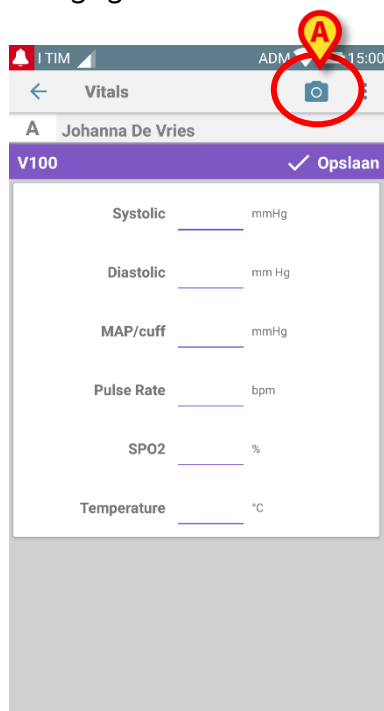
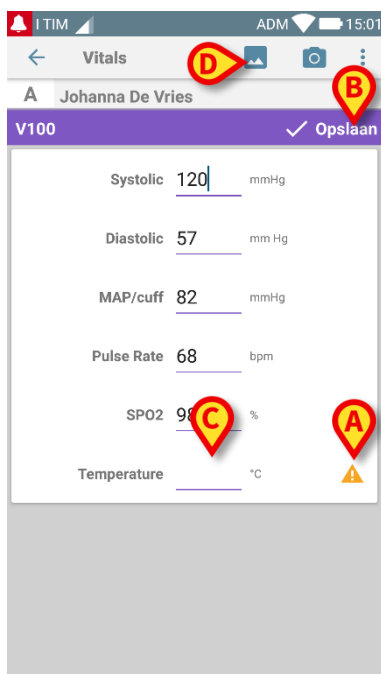
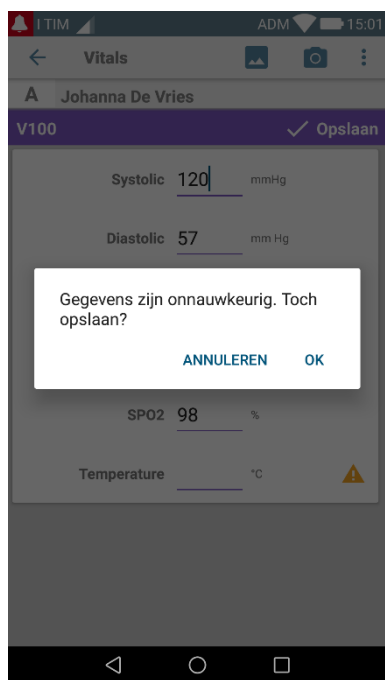

Fig 86
Fig 90
Fig 91
Het gegevensinvoerscherm wordt weergegeven (Fig 86).
- Raak de  pictogram aan in de linkerbovenhoek van het scherm (Fig 86 **A**)
Nadat de foto is gemaakt, wordt deze verwerkt door de OCR en wordt het resultaat gebruikt om de velden van het scherm Fig 86 te vullen met de gegevens gelezen van het apparaat getoond in Fig 84. Het volgende venster verschijnt (Fig 90):
Als een van de uitvoerwaarden van de OCR buiten het geldige bereik valt, ⚠️ wordt de pictogram dicht bij de parameter zelf weergegeven (Fig 90 **EEN**). Dit gebeurt omdat de OCR niet in staat was de waarden te herkennen, die door de
De knop in Fig 90 **D** toont de verkregen foto.
- Raak de **Opslaan-knop** in de rechterbovenhoek aan (Fig 90 **B**). Als niet alle waarden in het acceptatiebereik worden in aanmerking genomen (d.w.z. er is het ⚠ pictogram), dan vraagt de Vitals-module om bevestiging door de gebruiker (Fig 91):
- Raak de spatie aan waar naar verwachting de ontbrekende waarde wordt ingevoegd (Fig 90 **C**). Omdat een numerieke waarde wordt verwacht, wordt een numeriek toetsenbord weergegeven om de gewenste waarde op te geven (Fig 92):